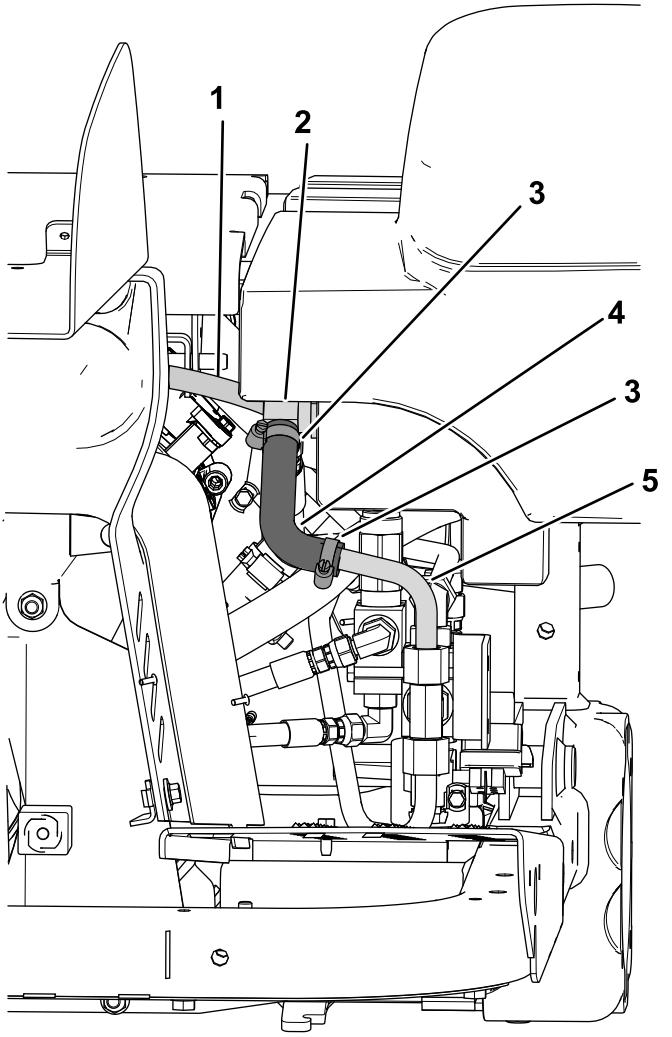

Bild 31
11. Schieben Sie die beiden kleinen Schlauchklemmen auf den kleinen, geformten Hydraulikschlauch (Bild 24 und Bild 31).
12. Befestigen Sie die lange Seite des geformten Schlauchs am 90-Grad-T-Anschlussstück im Hydraulikbehälter (Bild 31).
13. Befestigen Sie die kurze Seite des geformten Schlauches am gezahnten Ende der Hydraulikleitung Nummer 4 (Bild 31).
15. Befestigen Sie die Hydraulikleitung (Schlauch) Nr. 5 lose am kleinen 90-Grad-T-Anschlussstück (Bild 31).